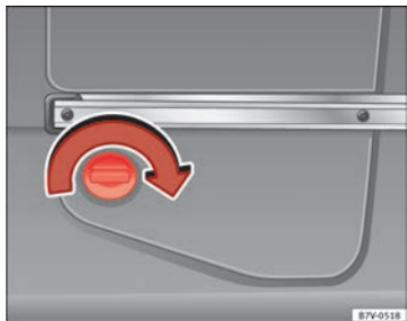

Abb. 167 Hinten links im Gepäckraum: AdBlue-Tank hinter einer Abdeckung.
- Schnellverschluss der Abdeckung im Uhrzeigersinn drehen ⇒ Abb. 167 und Abdeckung nach vorn öffnen.